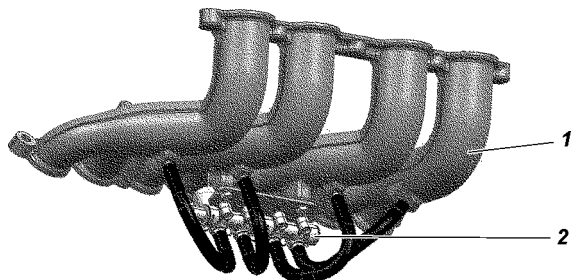

Рис. 9. Установка газовой рамп:
Управление оборудованием и подачей газа, электронный блок управления осуществляет путем управления электромагнитными клапанами 2 (рис.9), в соответствии со временем впрыска бензинового ЭБУ, которое преобразуется/пересчитывается во время впрыска для газовых форсунок. Система регулирует образование газовой-воздушной смеси, соблюдая те же стратегии управления бензинового ЭБУ и оптимизируя в режиме реального времени, количество подаваемого топлива для достижения наилучшего состава смеси газ-воздух, в том числе с учетом норм по выбросам, вне зависимости от внешних условий (таких, как температура) и состава топлива. Система управляет всеми фазами работы двигателя, от режима холостого хода до экстремальных, переходных и рабочих режимов, соблюдая первоначальные/
- плавно открыть расходный вентиль 2 (рис. 9) на мультиклапане баллона (или убедиться в том, что он открыт);